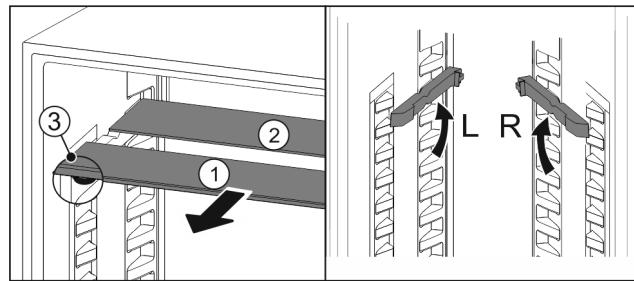

Fig. 50
- Vytiahnite sklené dosky jednotlivo dopredu Fig. 50 (1).
- ▷ Sklená doska Fig. 50 (1) s ozdobnou lištou leží vpred.
- ▷ Zarážky Fig. 50 (3) ukazujú nadol.